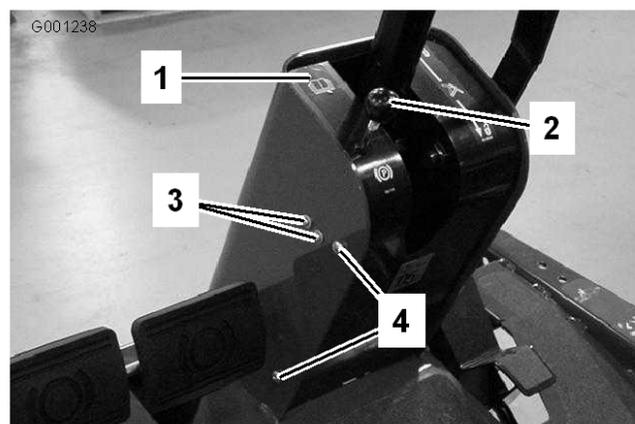

Figura 59
2. Togliete la manopola dal freno di stazionamento e le viti dal copripiantone dello sterzo (Figura 59).
4. Allentate le viti e i dadi che fissano l'interruttore del freno di stazionamento al lato sinistro del piantone (Figura 59).